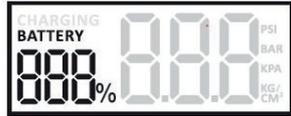

Imagen.1
1. Pulsar cualquier tecla, la pantalla LCD azul se ilumina e indica «Batería XX%» (Fig. 1) durante 30 segundos.